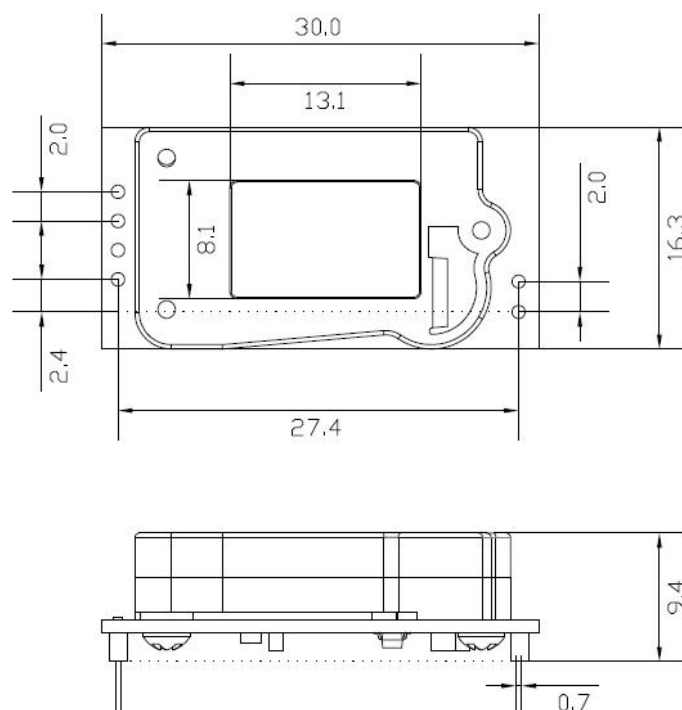

图4.ACD10尺寸图（单位：mm；未标注公差±0.5mm）
- (1) 用户切勿拆解传感器，以防出现不可逆破坏。
- (2) 手动校准时，传感器须在稳定的已知 CO₂ 浓度的气体环境中连续工作 20 分钟以上。
- (3) 手动校准模式下，建议校准周期不大于 6 个月。
- (4) 设备进风口和出风口开孔尺寸应不小于传感器进风口（如图 4 中 13.1mm×8.1mm 的窗口所示）开孔尺寸。
- (5) 传感器应远离热源，并避免阳光直射或其他热辐射。
- (6) 请勿在粉尘密度大的环境长期使用传感器。
- (7) 禁止对传感器使用波峰焊。使用烙铁焊接时，温度应设置在 350°C 以下，焊接时间须小于 3s。
- (8) 建议客户采用焊接插座的方式安装传感器以便维护。
- (9) 出厂传感器的数据已经过检测且数据一致性良好，请勿以第三方检测仪器或数据作为对比标准。如用户希望测量数据与第三方检测设备一致，可根据实际测量结果进行数据校准。
- (10) 已对传感器 PCB 采取防潮处理，涂胶采用有机硅灌密封胶或者丙烯酸三防漆，厚度不低于 0.15mm，使用过程中请注意保护涂层。